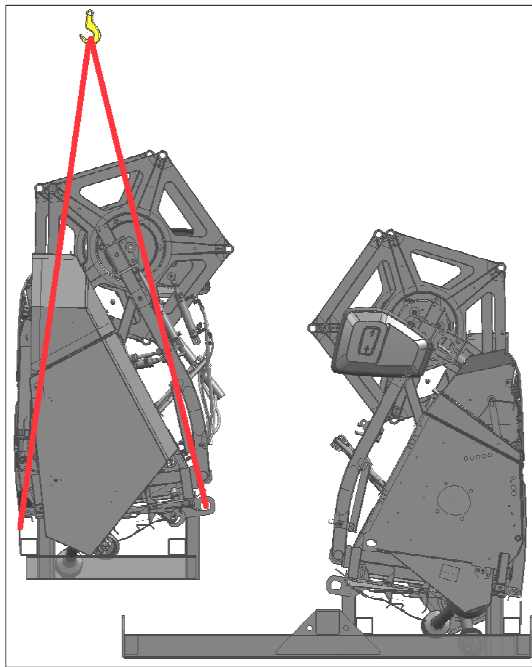

Рисунок 8.18
2) установить жатку в общую подставку (рисунок 8.18);